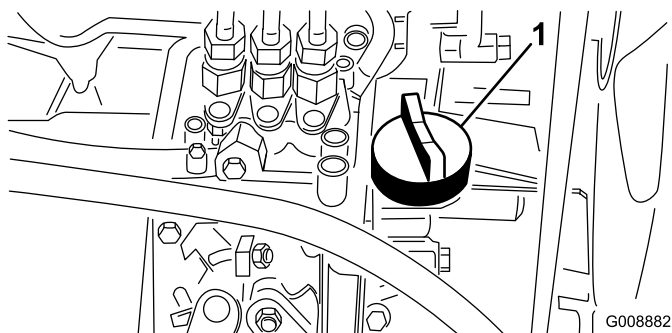

**Figura 20**
2. Retire a vareta (Figura 20) e limpe-a com um pano limpo .